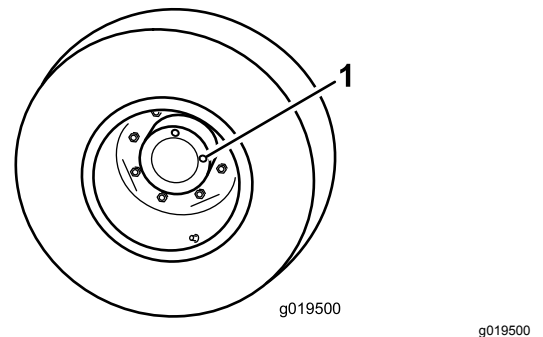

Figura 82
1. Con la macchina parcheggiata su terreno pianeggiante, posizionate la ruota in modo che un tappo di controllo si trovi a ore 12 e l'altro a ore 3 (Figura 82).
1. Tappo di controllo/spurgo (2)
2. Rimuovete il tappo a ore 3 (Figura 82).